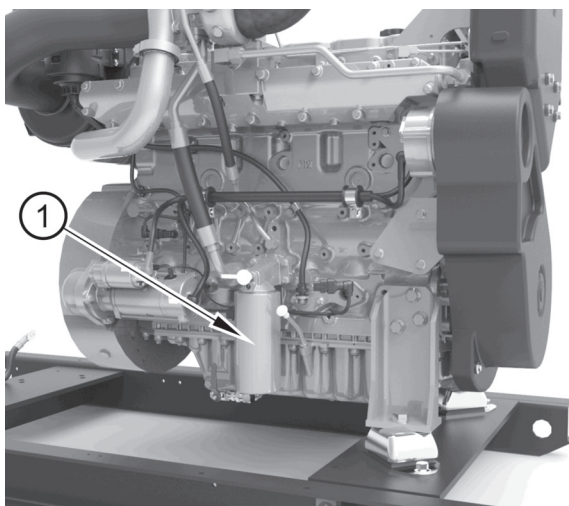
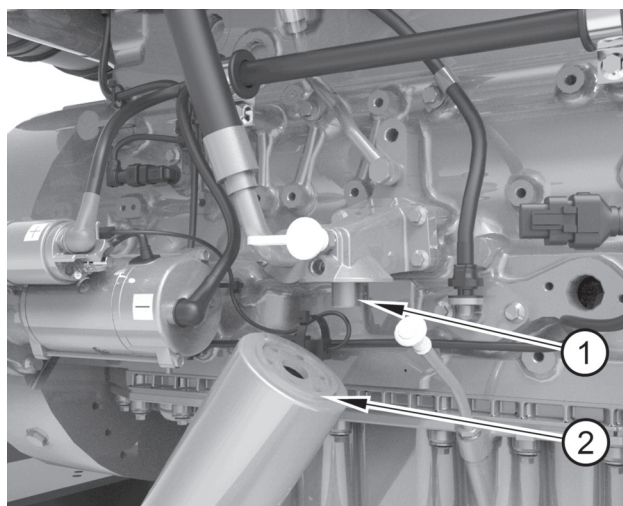

Figura 33
Figura 34
2. Rimuovere la cartuccia del filtro (figura 33 voce 1) con una chiave a nastro o un attrezzo simile. Assicurarsi che l'adattatore (figura 34 voce 1) sia ben saldo nella testa del filtro. Quindi scartare la cartuccia.